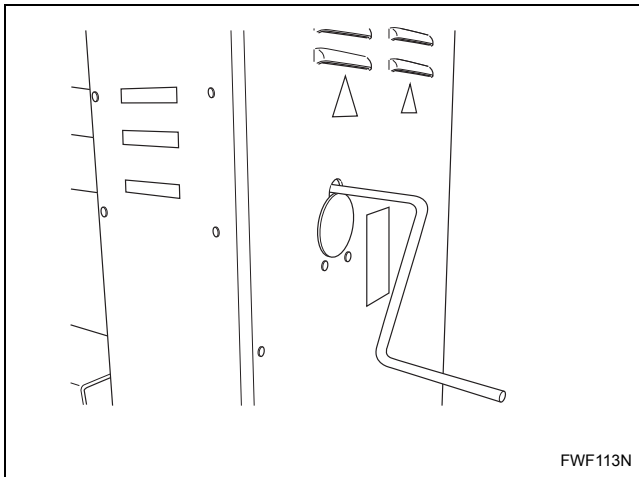

Figura 17
- c. Gire el rodillo con la manivela. Consulte la *Figura 17*.